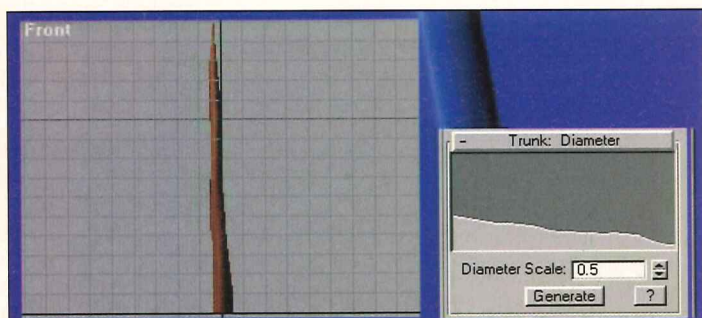

Figura 8. Podemos ajustar las variaciones de diámetro de cualquier nivel modificando su orografía en el 'display' de la opción.
• *Diameter* (diámetro): determina el diámetro de la rama dependiendo del nivel que tengamos seleccionado. Al elegir este parámetro, aparecerá ante nosotros un área gráfica (figura 8) donde podremos manipular varios valores.
En la figura 8 se puede ver el resultado de modificar el *display* en el tronco de la misma imagen. Este *display* dibujado de gris podemos moverlo y configurarlo simplemente pinchando y arrastrando sobre él. De esta manera, conseguiremos dibujar el perfil del árbol o de las ramas. Este tipo de *display* se usa con mucha frecuencia en Tree Factory, hasta incluso para determinar la densidad de las hojas. Por lo tanto, es conveniente familiarizarse con su uso y con su funcionamiento.